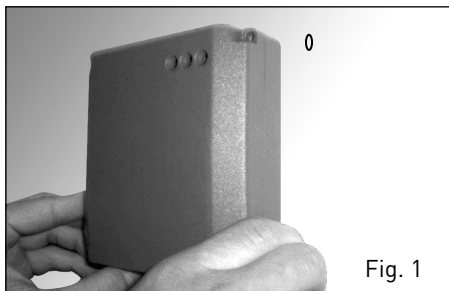

Fig. 1
- agganciare la centralina alla vite precedentemente posizionata sulla parete (fig.1)